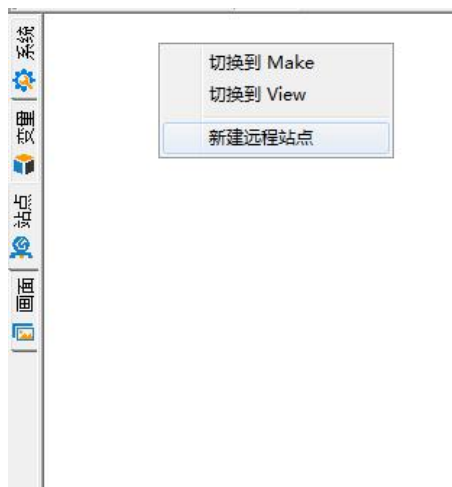

图 11-4 新建远程站点菜单
- 2、单击工程浏览器窗口最左侧“站点”标签，在站点编辑区中单击鼠标右键，在弹出的下拉菜单中执行“新建远程站点”命令，如图 11-4 所示。